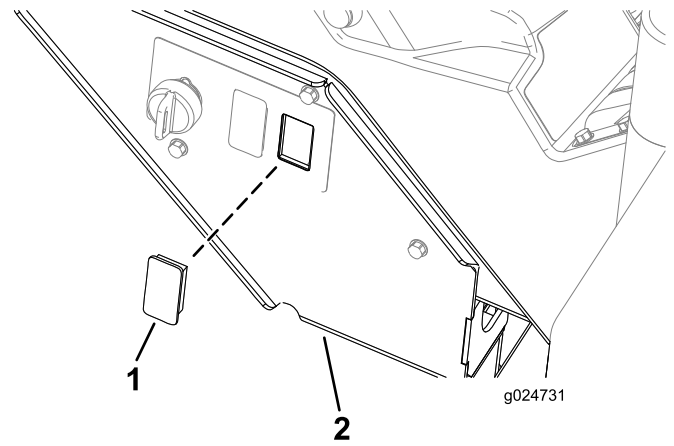

Figura 42
- Retire a tampa extraível do furo do interruptor de perigo do painel de controlo na montagem da consola lateral (Figura 42).